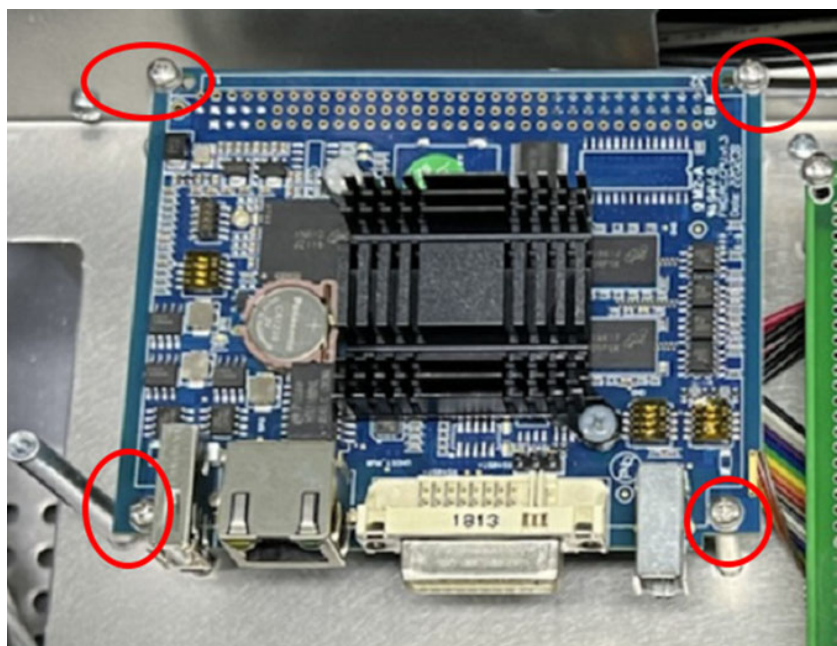

图 3-31：重新安装连接器和核心板
4. 将断开的两个连接器插在新的核心板相应位置上，并将核心板安装在钣金上如图 3-31 所示；